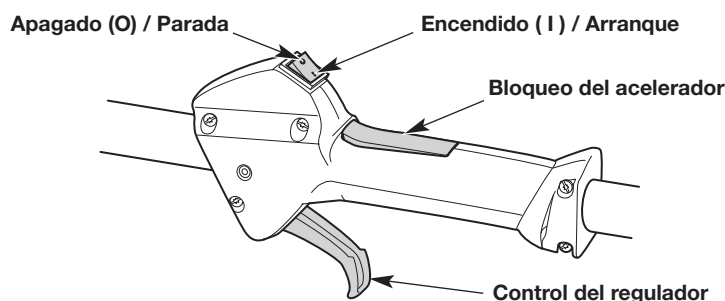

Fig. 6
NOTA: No hay necesidad de encender la unidad. El interruptor de Encendido/Apagado debe estar en la posición ENCENDIDO (I) en todo momento (Fig. 6).
6. Oprima el bloqueo del acelerador y apriete el control del acelerador (Fig. 6). Tire de la cuerda de arranque **5 veces** con un movimiento firme y controlado (Fig. 8).
2. Oprima y no suelte el interruptor de control de Encendido y Apagado en la posición APAGADO (O) hasta que el motor se detenga por completo (Fig. 6).
7. Oprima el bloqueo del acelerador y apriete el control del acelerador (Fig. 6). Ponga en marcha el accesorio de arranque eléctrico durante 2 segundos.